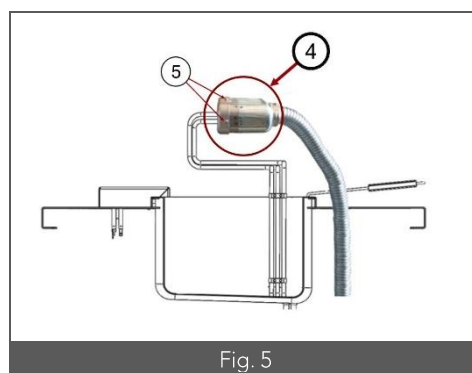

Fig. 5
- Le boîtier de raccordement électrique intermédiaire assurant la liaison entre le circuit électrique de l'appareil et la résistance (Fig. 5 – Rep. 4) est alors accessible. Dévisser les vis situées sur le pourtour du boîtier (Fig. 5 – Rep. 5) de façon à pouvoir déconnecter la résistance.